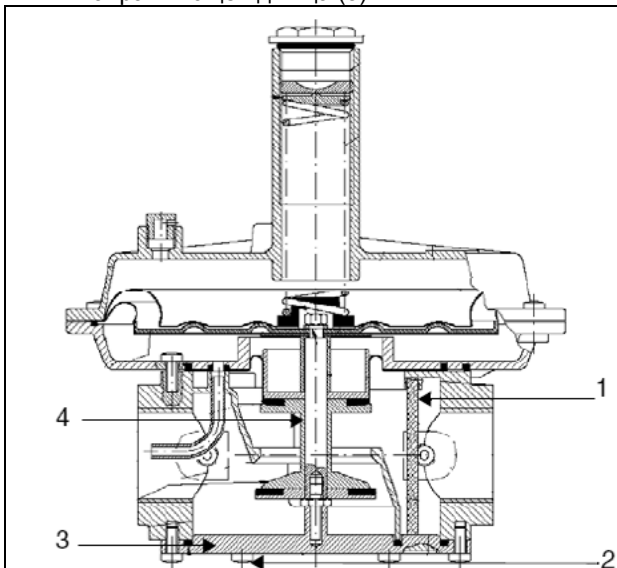

Рис. 11
- Снять и почистить регулятор сжатого воздуха, А на Рис. 11.
- Снять и почистить регулятор мазутного топлива, В на Рис. 11.